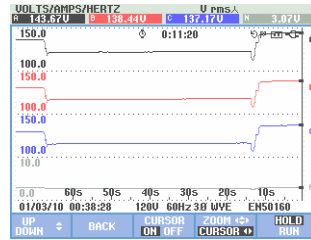

Рис. 23-5 Отображение трендов, курсор включен
- При помощи F2 и F3 можно включить Курсор (только в режиме Hold (приостановить)). При помощи клавиш со стрелками влево/вправо переместите курсор горизонтально вдоль трендов. Значение трендов на Курсоре отображается в заголовке экрана, как показано на Рис. 23.5. Перемещение Курсора через левый или правый край экрана перемещает тренд влево или вправо.